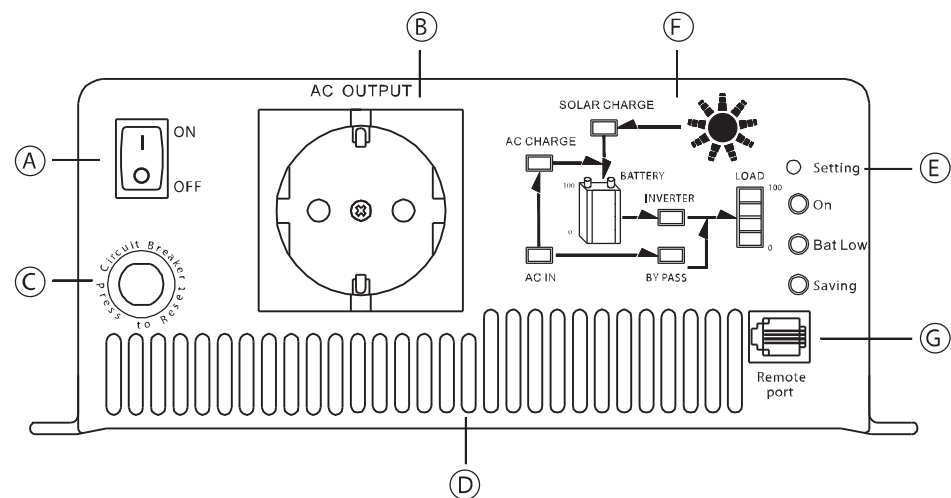

Рисунок 3.1: Передняя панель (TN-1500)
3.1 Передняя панель (см. рис. 3.1)